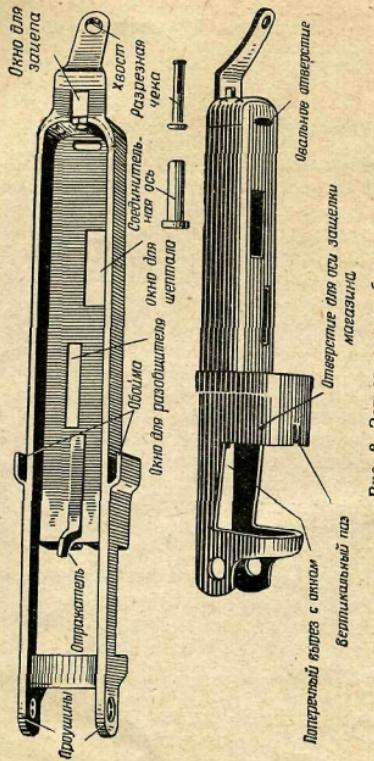

Рис. 8. Затворная коробка
7. Затворная коробка (рис. 8) служит для соединения основных частей автомата и движения в ней затвора. Она имеет: а) проушины для соединения со ствольной коробкой; б) окно для магазина; в) вертикальный паз для защёлки магазина; г) обойму для соединения с передней частью ложи и спусковой коробкой; д) внизу два окна: переднее — для разобщителя, заднее — для шпата спускового рычага; овальное отверстие — для заднего выступа спусковой скобы; е) в задней стенке гнездо, куда входит конец направляющего стержня; ж) в задней части хвост, который имеет окно для прохода зацепа защёлки ствольной коробки; отверстие для прохода хвостового винта; з) внутри отражатель, который служит для отражения гильзы; и) внизу защёлку магазина с пружиной.